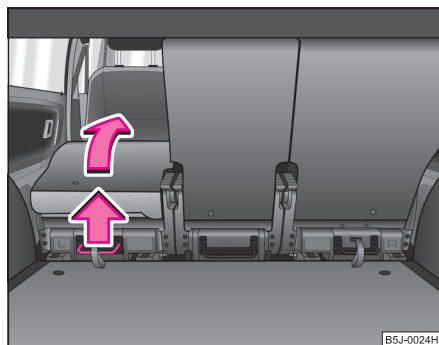

Fig. 53 Rabatarea completă a scaunului
- Trageți maneta ⇒ fig. 53 în sus și rabatați scaunul complet în față.